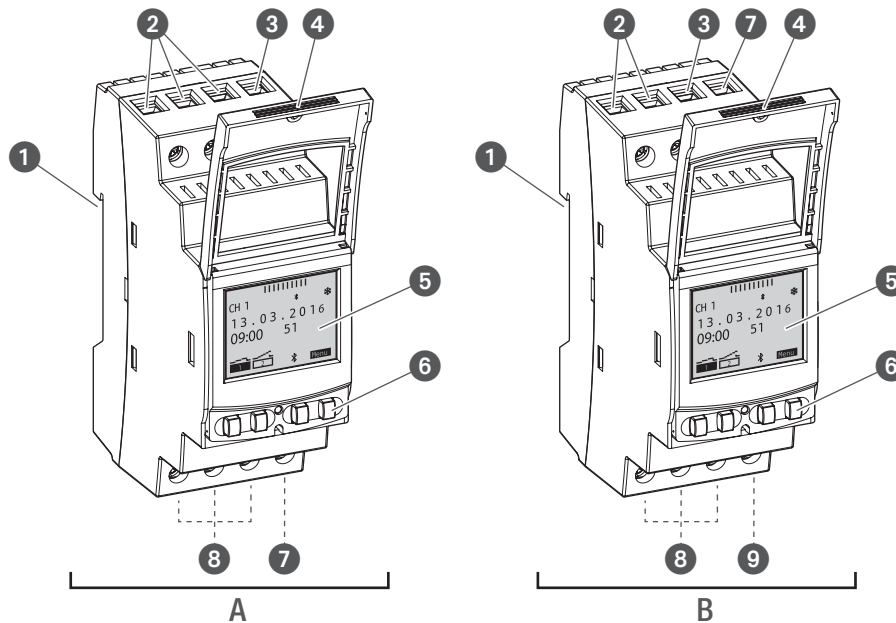

Fig. 1: Interruttore orario
L'interruttore orario è un timer che viene montato con un sistema a scatto su una guida DIN (Fig. 1/①); questo timer attiva l'apparecchio a cui è rispettivamente collegato. L'interruttore orario dispone di 1 o di 2 canali e può essere comandato mediante un display (Fig. 1/⑤) con 4 tasti di comando (Fig. 1/⑥). L'interruttore orario può essere programmato manualmente oppure tramite un dispositivo mobile. La frequenza del radiosegnale è di 2,4 GHz e la potenza di trasmissione massima è pari a 1,8 mW.